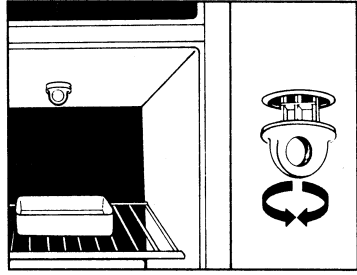

Рис. 3
(только в некоторых моделях) (см. рис. 3)5)
- 5) Снимите средний шарнир и соответствующие шайбы, отвернув винты В, как показано на рис. 3. В моделях с высокой верхней дверью (рис. 3с – вид изнутри верхней части верхней двери) перед тем, как вывернуть винты, фиксирующие центральный шарнир (между дверцами), откройте верхнюю дверь и удалите крышку М и пластиковую вставку L. В течение всего процесса перевешивания двери необходимо постоянно поддерживать.
- 6) Снимите верхнюю дверцу. Выверните винт N из правого нижнего шарнира (рис. 3д – нижняя секция изделия со снятым цоколем). Возьмите левый нижний шарнир из пластикового пакета и приверните его на его место слева внизу винтами, вывернутыми из правого нижнего шарнира.
- 8) Отвинтите ось С верхнего правого шарнира и установите ее на левый. В моделях с высокой верхней дверью (рис. 3б – вид изнутри верхней части верхней двери) удалите крышки F-G, ось D и правый верхний шарнир, вывернув винты. Возьмите левый верхний шарнир (H) из пластикового пакета и приверните его на его место винтами, вывернутыми из правого верхнего шарнира. Приверните ось (D) с прокладкой к левому верхнему шарниру. После переноса шарнира на левую сторону, пластиковая вставка (L) закрывающая механизм нуждается в доработке, мембрану крышки G нужно выломать так.